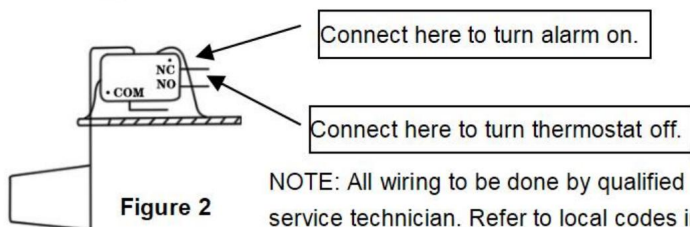

Figure 2
3. Interruttore di sicurezza: l'interruttore di sicurezza di troppo pieno deve essere collegato a un dispositivo di bassa tensione di classe II. circuito di tensione. Per controllare un circuito termostatico, le connessioni COM e NO da l'interruttore di sicurezza deve essere cablato in serie con il circuito del termostato a bassa tensione per spegnere il circuito di riscaldamento/aria condizionata. È possibile utilizzare i contatti dell'interruttore COM e NC per azionare un circuito di allarme di bassa tensione (collegato in serie) se il riscaldamento/raffreddamento il sistema non può essere interrotto. L'interruttore di sicurezza viene fornito dalla fabbrica con cavi collegato ai terminali dell'interruttore COM e NO. Collegamento tipico dei circuiti "NC" sarebbe (Figure 2 e 3), 4. Se si utilizza una spina con fusibile su unità da 230 V, si consiglia un fusibile da 1,0 ampere.